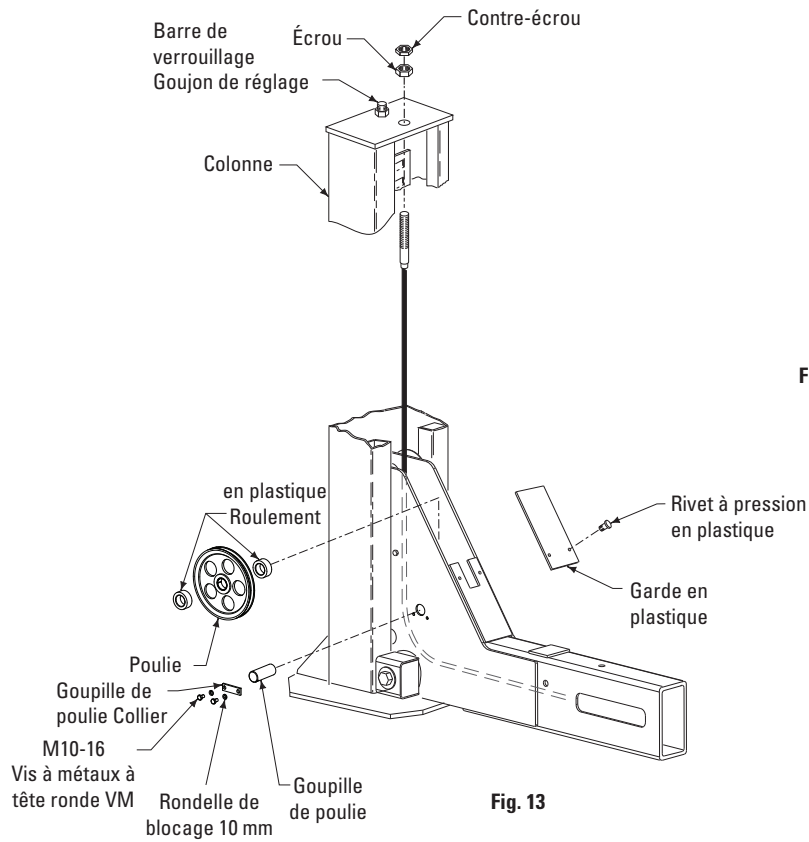

Fig. 13
- Installation de la poulie avant :** installer les poulies à l'extrémité de l'étrier arrière et les roulements en plastique. Un roulement en plastique est placé entre chaque côté de la poulie et les entretoises de poulie, Fig. 13, renvoi également à l'encadré de la Fig. 9. Fixer la goupille de la poulie à l'aide de (2) boulons M10-16 et du collier de la goupille de poulie. S'assurer que le câble est isolé dans la gorge de la poulie.
- Installation des câbles :** fixer chaque câble à la plaque supérieure de la colonne à l'aide d'un écrou, d'un contre-écrou et d'une rondelle, Fig. 13. Installer une garde en plastique sur la poulie à chaque extrémité de l'étrier.